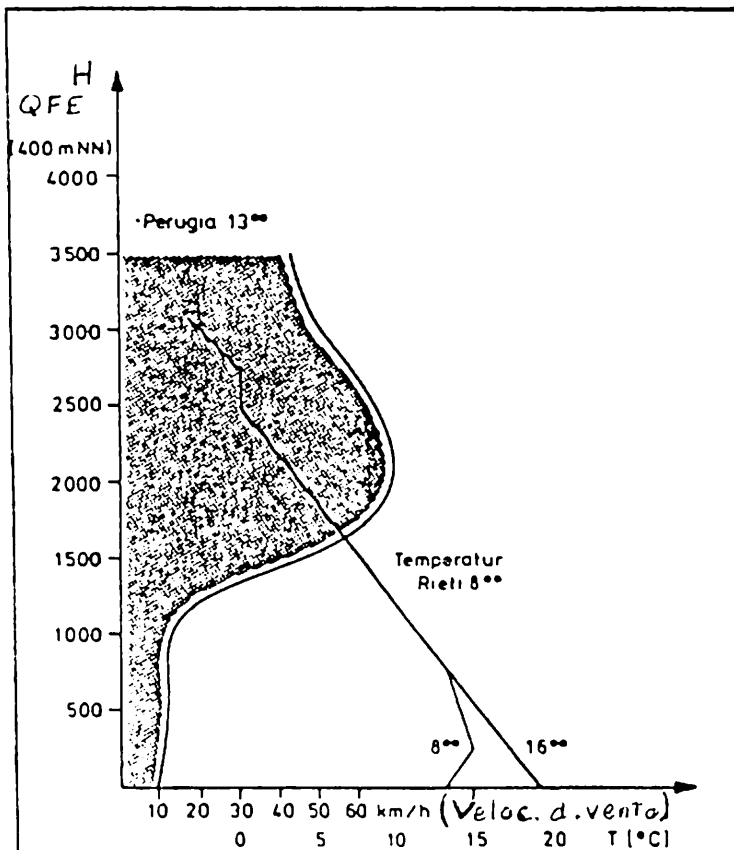

Fig. 1: il diagramma del vento e della temperatura, nel primo pomeriggio del giorno 7 agosto, segnala inequivocabilmente la presenza di strade di cumuli.
*Ma la ragione principale è che l'ascendenza dinamica lungo il pendio si dispone in un certo modo che è stato illustrato da Rovesti, ma prima ancora dagli inglesi, che hanno fatto prove e studi su questo fenomeno evidenziato nella fig. 1.*